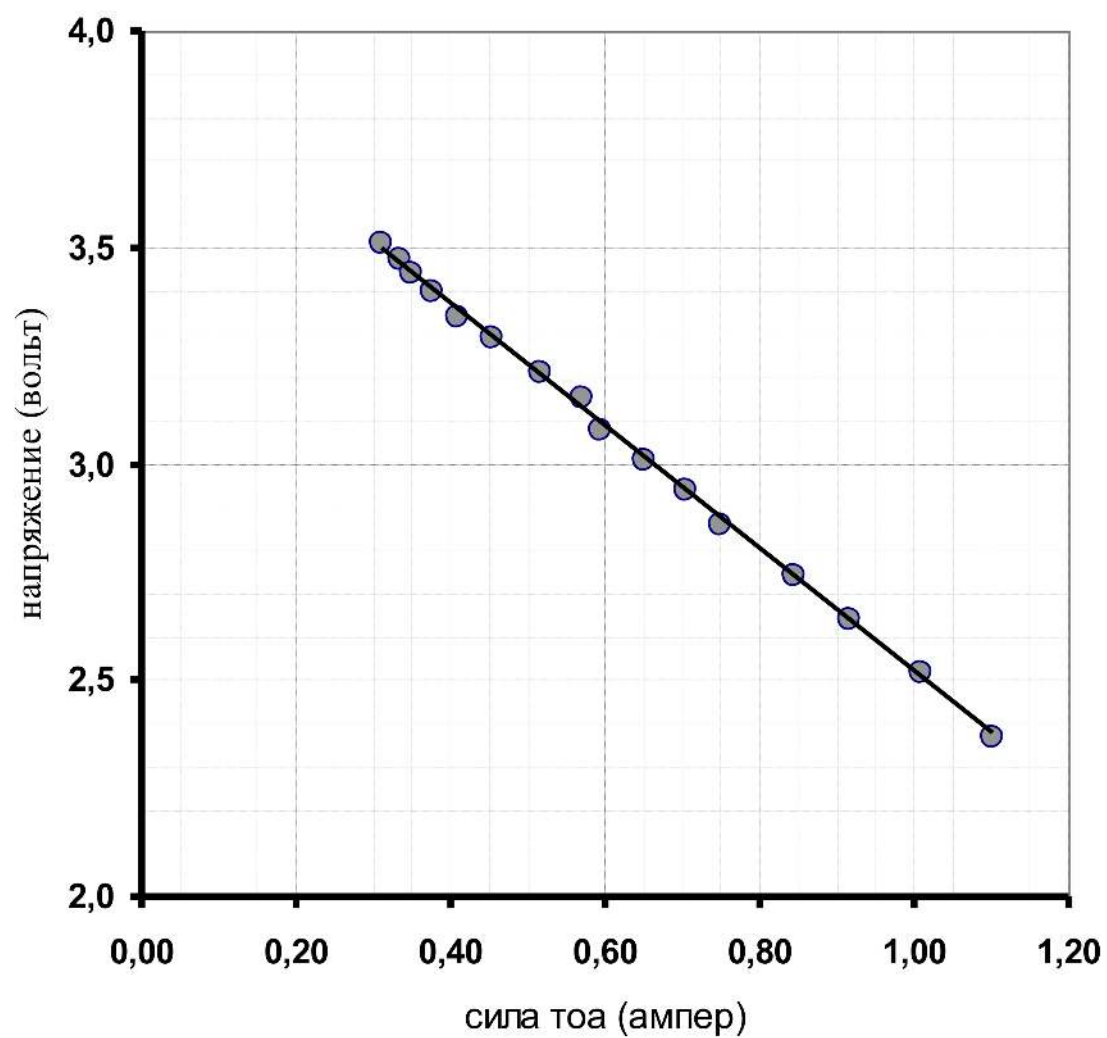

Рис. 2 Нагрузочная характеристика аккумулятора
1.5 Прямое измерение ЭДС плоской батарейки дало значение 4,18 В. Аналогичные измерения проведены для набора двух аккумуляторов. Результаты представлены в Таблице 2 и на графике рис. 2